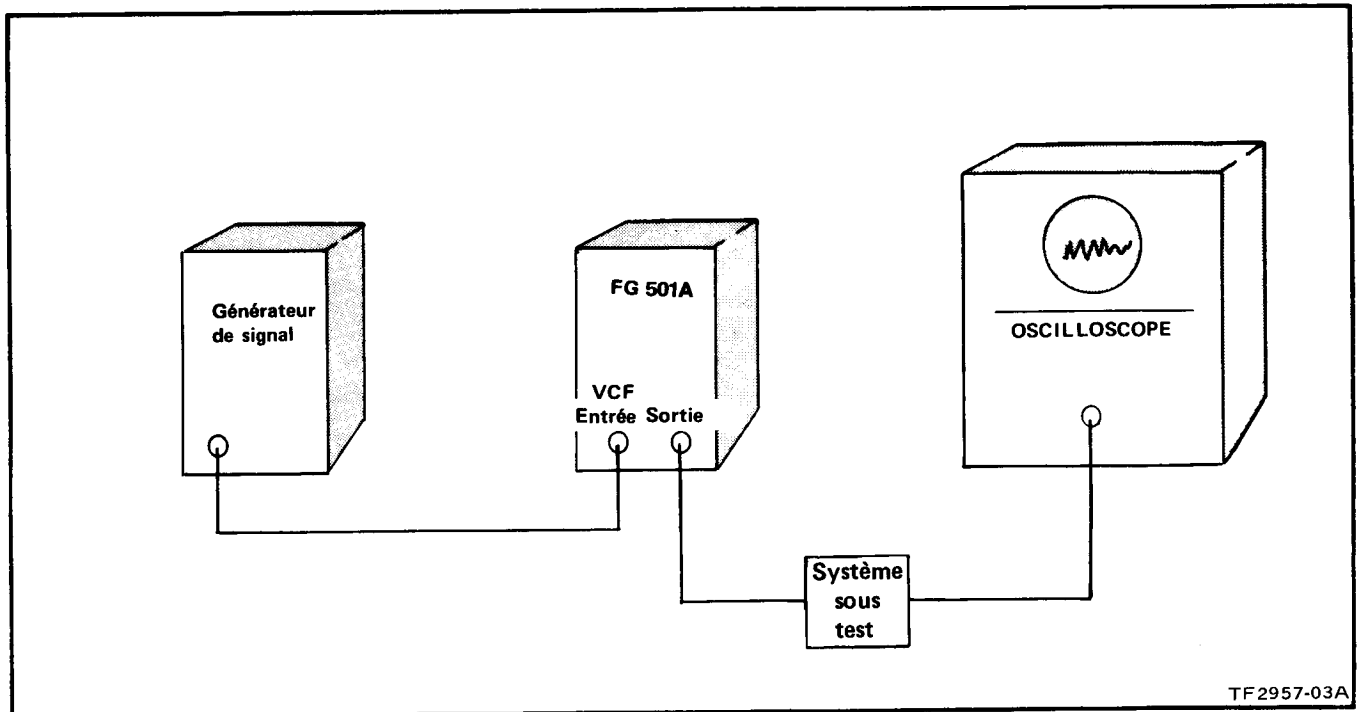

Fig. 2-11. Réponse des circuits ou des systèmes.
1. Connecter les appareils selon les indications de la figure 2-11.